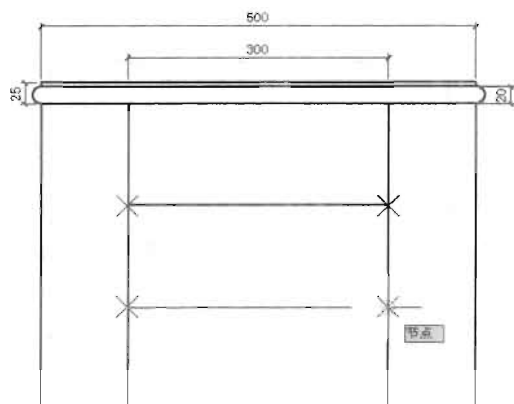

图 10-166
(7) 在命令行中输入 Divide (定数等分) 命令并按 Enter 键, 将中间的垂直线段等分为 3 等分, 然后捕捉节点绘制两条水平线, 如图 10-166 所示。